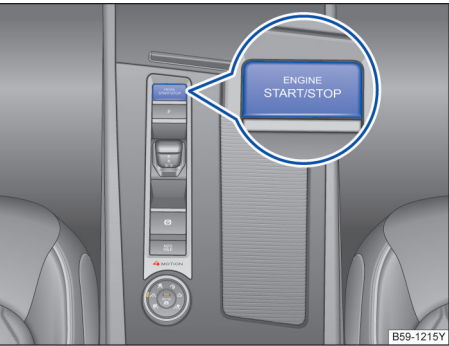

图 129 无钥匙系统 Kessy：中控台下部分中的启动按钮
- 按压启动按钮→图 129，不要踩油门踏板。启动发动机前必须将有效车辆钥匙置于车内。发动机启动后，松开启动按钮。
- 短按启动按钮→图 129。若发动机未能关闭，用应急关闭功能关闭发动机→第 118 页。